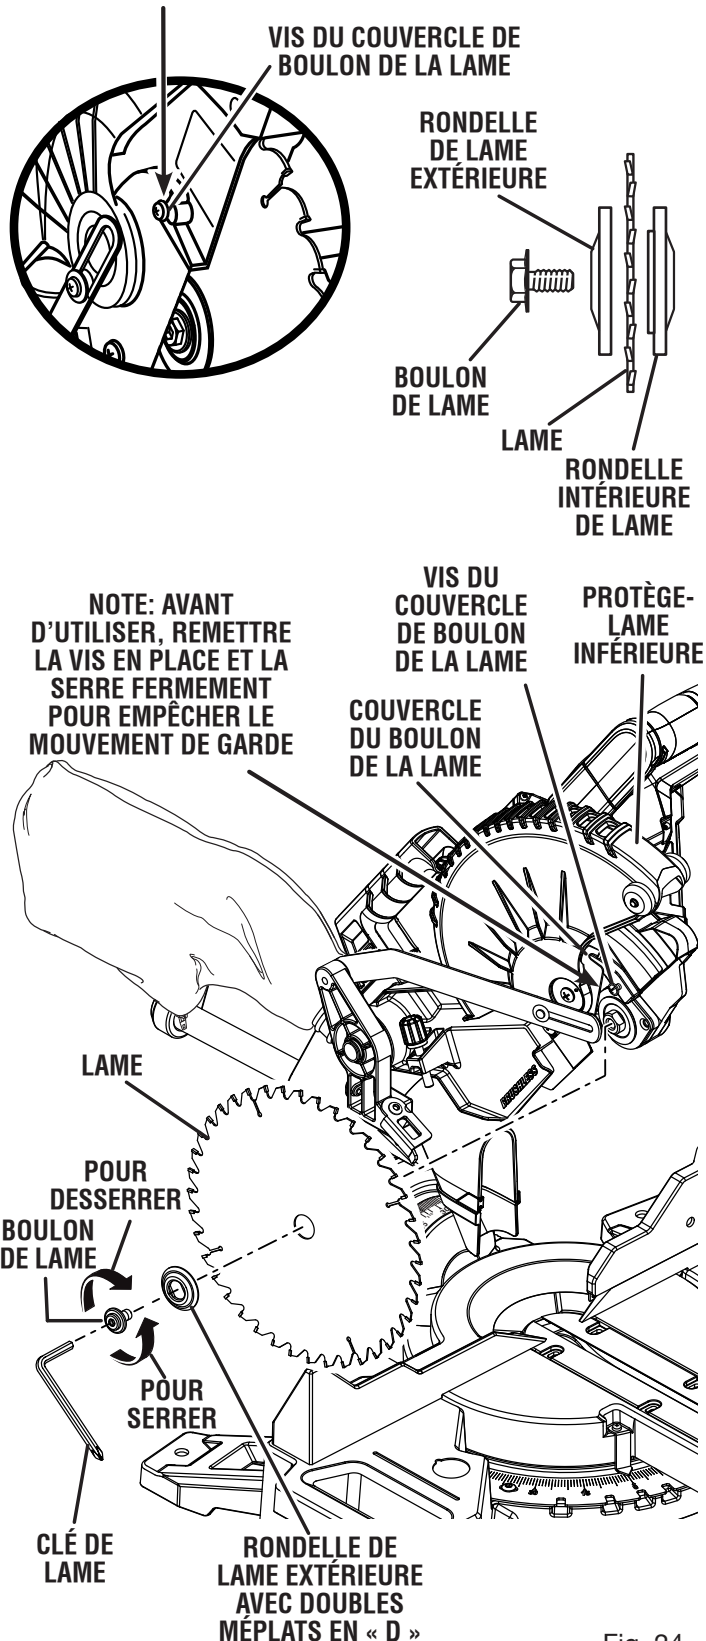

Fig. 24
Voir la figure 24.
- Montez la lame à l'intérieur du protège-lame inférieur et sur la broche; les dents de la lame se dirigeant vers le bas à l'avant de la scie, comme l'illustre la figure 24.